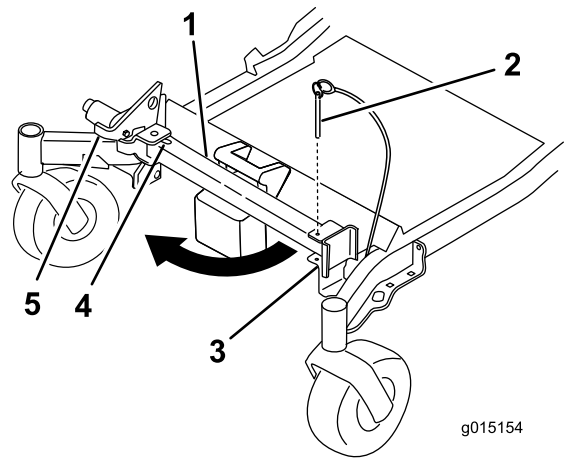
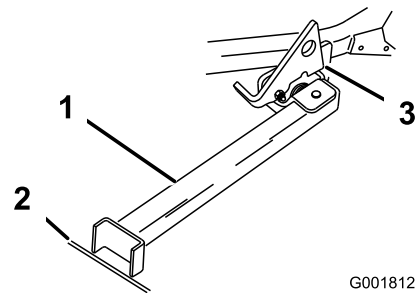

Figure 39
Figure 40
2. Retirez la goupille du support (Figure 39).
3. Soulevez le verrou. Dépliez le pied du support et poussez le support vers la machine dans la base de la fente (Figure 39 et Figure 40).
4. Posez le pied du support sur le sol et appuyez le verrou sur la languette de pivot (Figure 40).
Remarque: Pour obtenir de meilleurs résultats, placez le pied du support dans des fissures du trottoir ou du gazon (Figure 40).
6. Montez la machine sur le support. Arrêtez-vous quand le verrou retombe sur la languette en position verrouillée (Figure 40). Une fois la machine en place sur le support, serrez le frein de stationnement et coupez le moteur.
5. Ramenez le support à sa position de repos (Figure 39).